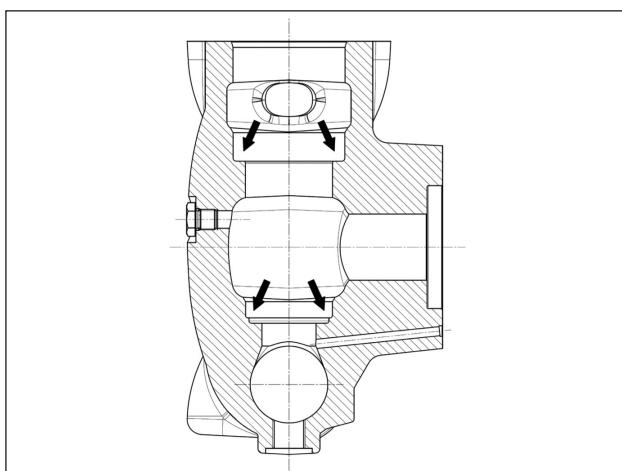

Fig. 107
Avant de remplacer les groupes de la soupape, nettoyer et essuyer à fond les logements correspondants situés dans la tête et indiqués par les flèches (rep. ①, Fig. 107).